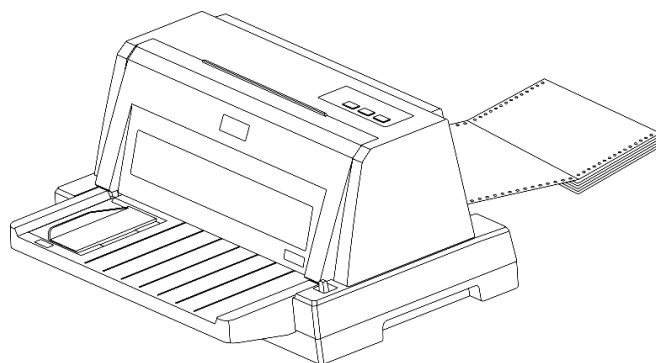

图 3
- 3) 如图3所示，将待打印的穿孔打印纸放置在打印机后面，打印纸的放置高度要低于打印机链轮。